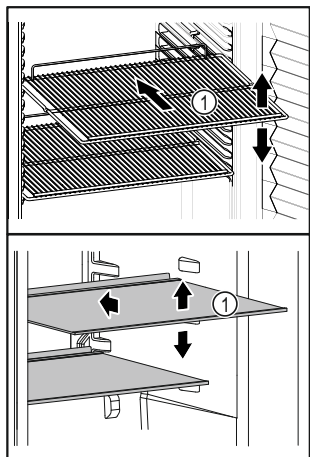

Fig. 60 Immagine a titolo di esempio
- ❑ Se i ripiani Fig. 60 (1) sono spostati, adattare i ripiani in base all'altezza.